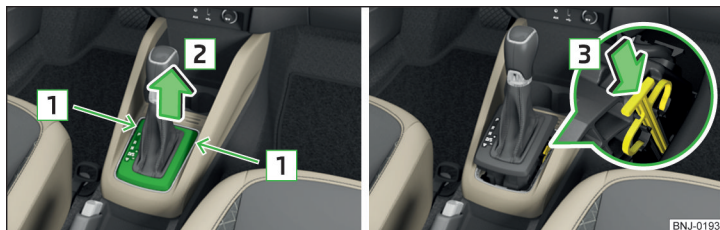

Fig. 196 Nødoplåsning af gearvælger
- Stik en tynd skrueetrækker eller et lignende værktøj ind i spalten i området ved pilene 1 » Fig. 196, og løft forsigtigt afdækningen i pilens retning 2.